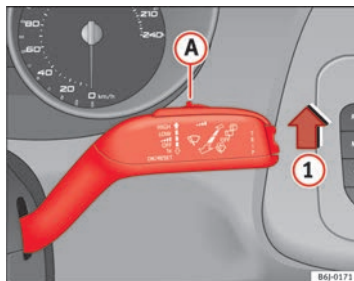

Fig. 65 Palanca del limpiaparabrisas
- Mueva la palanca del limpiaparabrisas hasta la posición ① ⇒ fig. 65.
- Mueva el mando ② hacia la izquierda o hacia la derecha para ajustar la sensibilidad del sensor de lluvia. Mando hacia la derecha: nivel de sensibilidad alto. Mando hacia la izquierda: nivel de sensibilidad bajo.